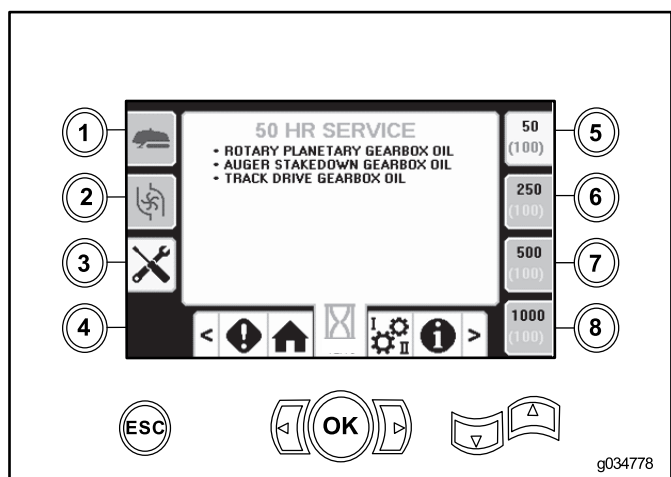

Figura 44
- Botón 5 – 50 horas (Figura 44)